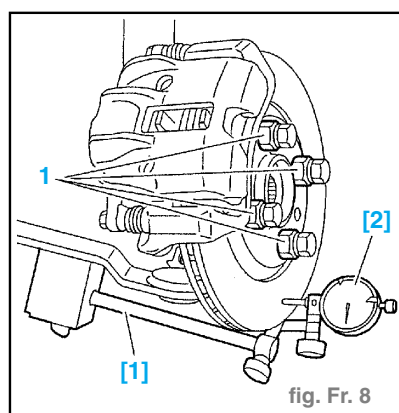

fig. Fr. 8
- Serrer le disque de frein sur le moyeu, en utilisant des entretoises (1) et en serrant les vis de roues à **9 daN.m.** (fig. Fr. 8)